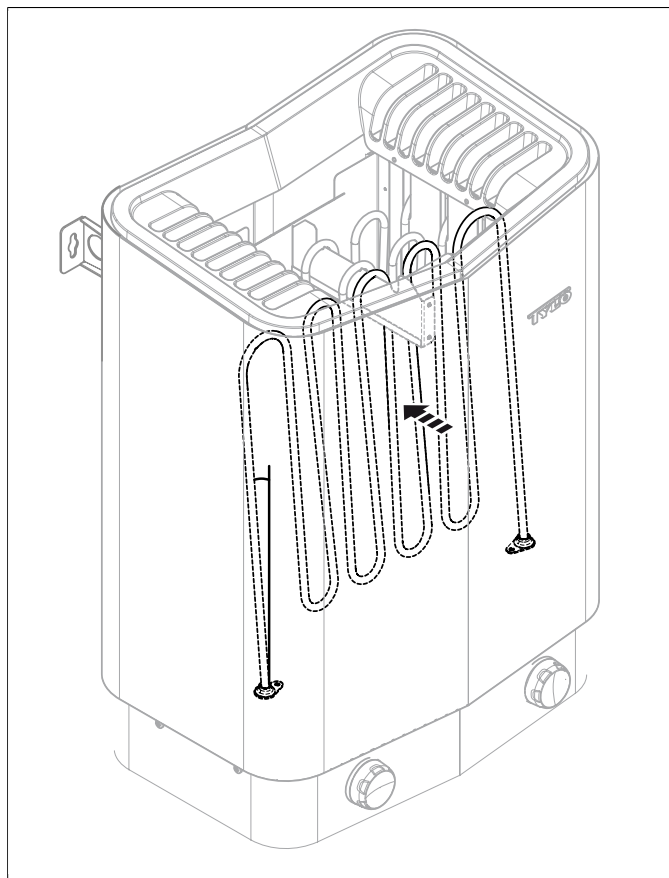

Fig 7: Vinkla rörelementen
2. Vinkla rörelementen för att få upp stenen lättare se **Fig 7**, sidan 4.